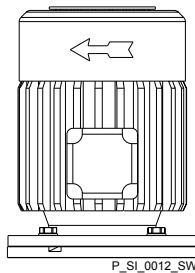

Abb. 16: Drehrichtung Motor
- Beim Anschließen des Motors auf die richtige Drehrichtung achten - siehe Pfeil auf Lüfterabdeckung wie in Abb. 16.